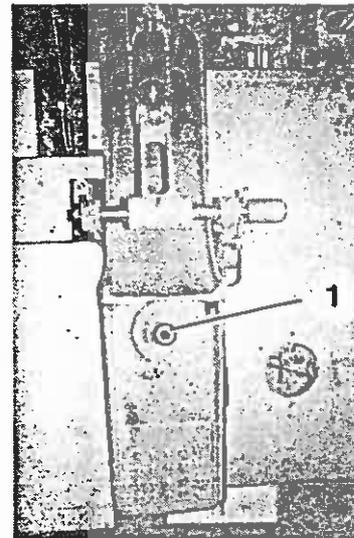

Bild 126
6. Deckel des hinteren Verkleidungsblechs öffnen, Sechskantmutter (Bild 126/1) lösen und Zugstange des Zellenhochhebers auf die, der Einwicklerbreite entsprechende Markierung setzen, Sechskantmutter festziehen und Deckel wieder schließen.